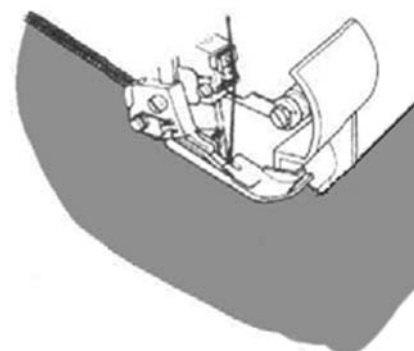

Fig. 101
3. Cousez sur le bord de coupe (Fig. 101).